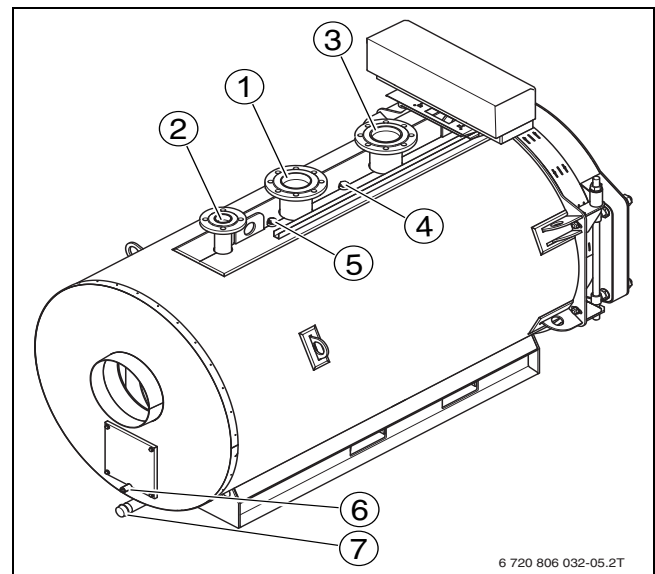
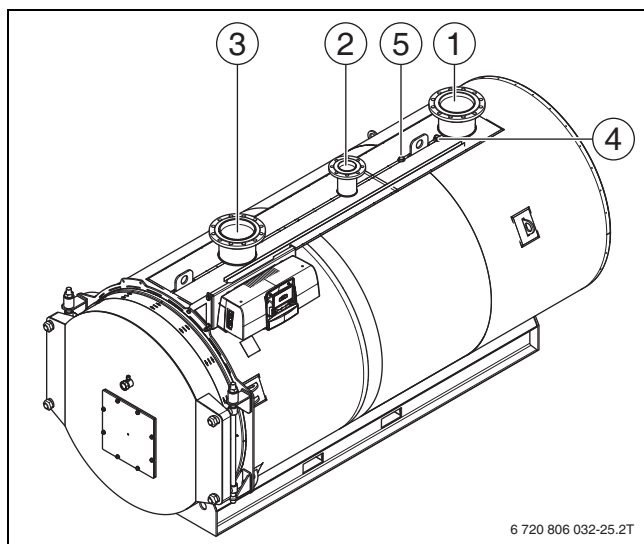

Рис. 16 Котёл Logano 120 - 820 кВт (слева = задняя сторона котла)
Рис. 17 Котёл Logano 1040 - 1850 кВт (слева = передняя сторона котла)
- ▶ Подсоедините обратную линию системы отопления к месту её подключения на котле (→ рис. 16 и рис. 17, стр. 21, [3]).
- [1] Подключение подающей линии котла (VK)
- [3] Подключение обратной линии котла (RK)
- ▶ Подсоедините подающую линию системы отопления к месту её подключения на отопительном котле (→ рис. 16 и рис. 17, [1]).
- ▶ Закрепите предохранительный клапан четырьмя винтами на подключении подающей предохранительной линии VSL (→ рис. 16 и рис. 17, [2]).